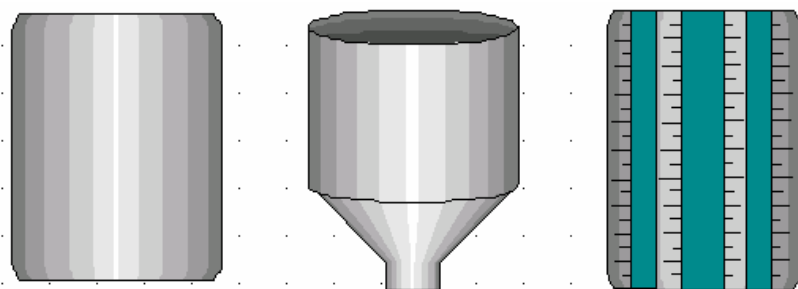
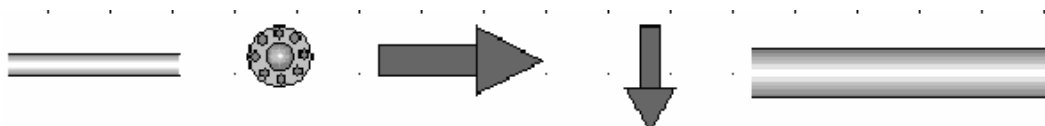
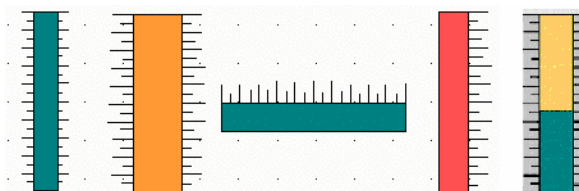
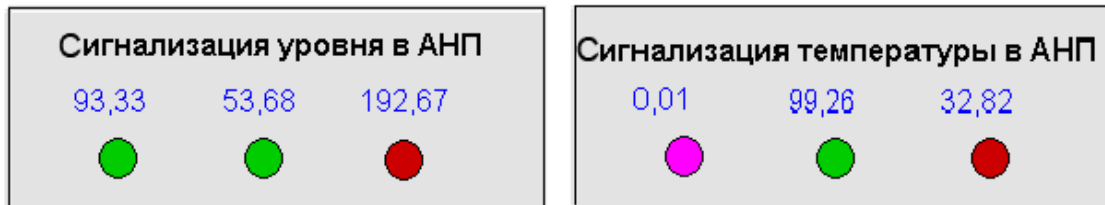

Рис. 5.2. Варианты внешнего вида АНП
Рис. 5.3. Варианты указателей и труб
Рис. 5.4. Варианты шкал и мерных линеек
Рис. 5.6. Варианты элементов сигнализации
**Выбор основных элементов мнемосхемы.** АНП представляет собой объект цилиндрической формы. Создавая его на мнемосхеме, необходимо по возможности учесть его реальную форму, с одной стороны, и удобство работы оператора – с другой. Возможные варианты изображения АНП представлены на рис. 5.2, примеры указателей и труб – на рис. 5.3, примеры шкал и мерных линеек – на рис. 5.4 и 5.5, примеры элементов сигнализации – на рис. 5.6.